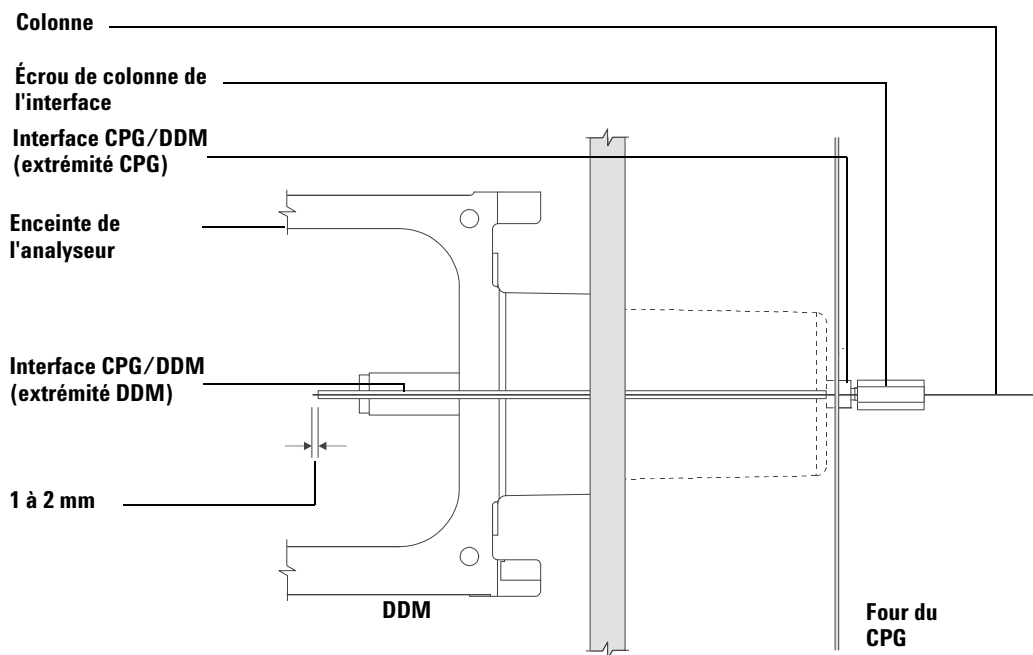

Figure 10 Raccordement colonne CPG-DDM
- 10 Réajuster la position de la colonne de sorte qu'elle ne dépasse de l'extrémité de l'interface CPG/DDM que d'1 à 2 mm dans l'enceinte de l'analyseur et serrer l'écrou. Voir Figure 10.